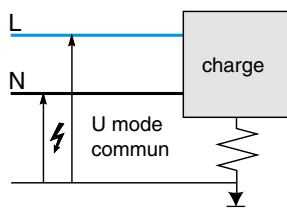

Fig. 1 - Mode commun (MC)
- entre les conducteurs et la terre (Ph/T, N/T) et sont appelées de mode commun (MC), fig. 1